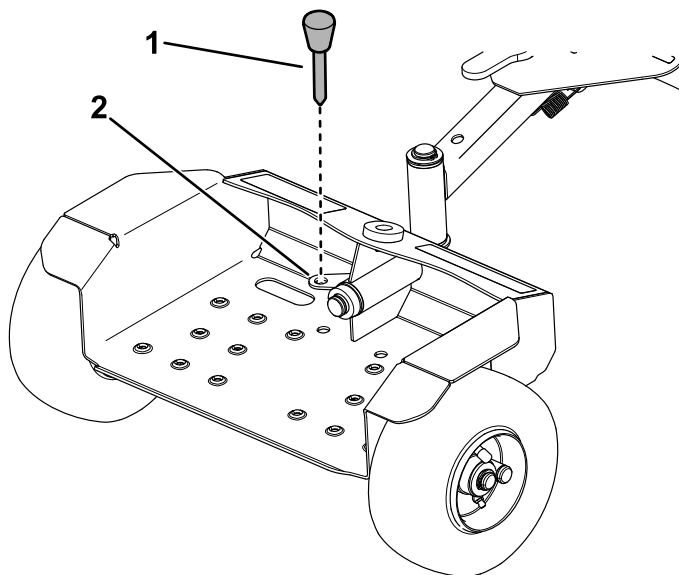

Figura 5
3. Stoccate il perno di trasferimento nella piastra del perno illustrata nella Figura 5.
6. Per abbassare il sulky, spingetelo in avanti, tirate indietro il fermo e utilizzate la stegola per abbassare il sulky. Rimuovete il perno di trasferimento e stocatelo nella piastra del perno (Figura 5).